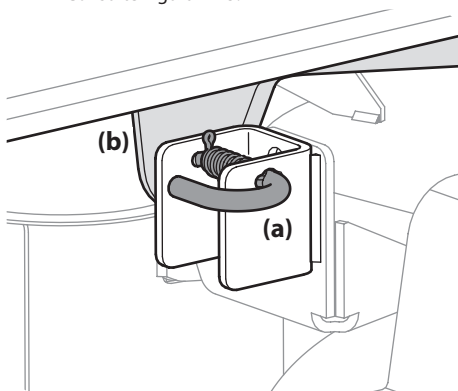

Figura 4-13
lado derecho e izquierdo de la plataforma (b). Consulte la Figura 4-13.
4. Tire de los pasadores de liberación de la plataforma hacia afuera y ubique la plataforma según sea necesario para alinear los orificios de los brazos de elevación de la plataforma con los pasadores. Consulte la Figura 4-13.